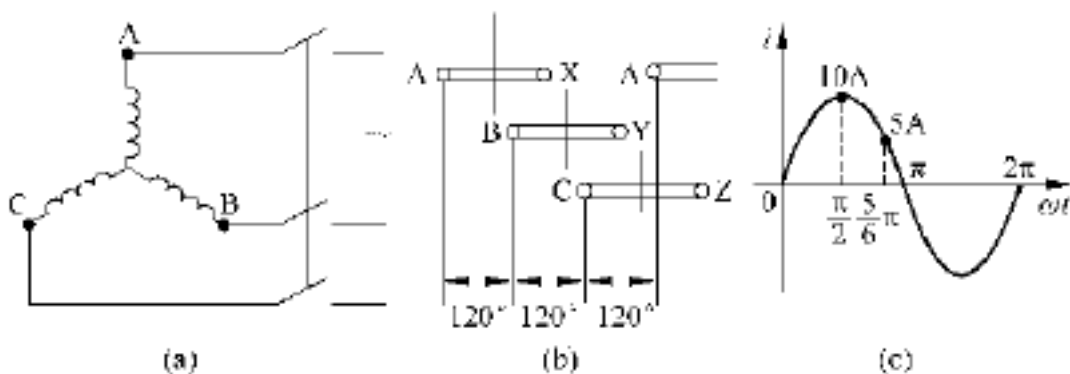

图 6.4
6.16 以三个等效线圈代表三相定子对称绕组, 如图 6.4 所示, 现通以三相对称电流, 其中 $i_A = 10 \sin t$, A 相领先 B 相领先 C 相。
(1) $i_A = 10A$ 时, 见图 6.4(c), 合成基波磁通势幅值在何处?
(2) $i_A = 5A$ 时, 见图 6.4(c), 合成基波磁通势幅值又在何处?
(2) 当 $i_A = 5\text{A}$ 时, 从图 6.4(c) 可知, 这时的 $\omega t = \frac{5\pi}{6}$, 比 A 相电流为正最大值的瞬间又过了 $\frac{1}{3}$ 时间电角度, 根据时间上经过多少电角度旋转磁通势在空间上也走过多少电角度的规律, 这时三相合成基波旋转磁通势幅值移到了领先 A 相轴线为 $\frac{1}{3}$ 空间电角度的位置。